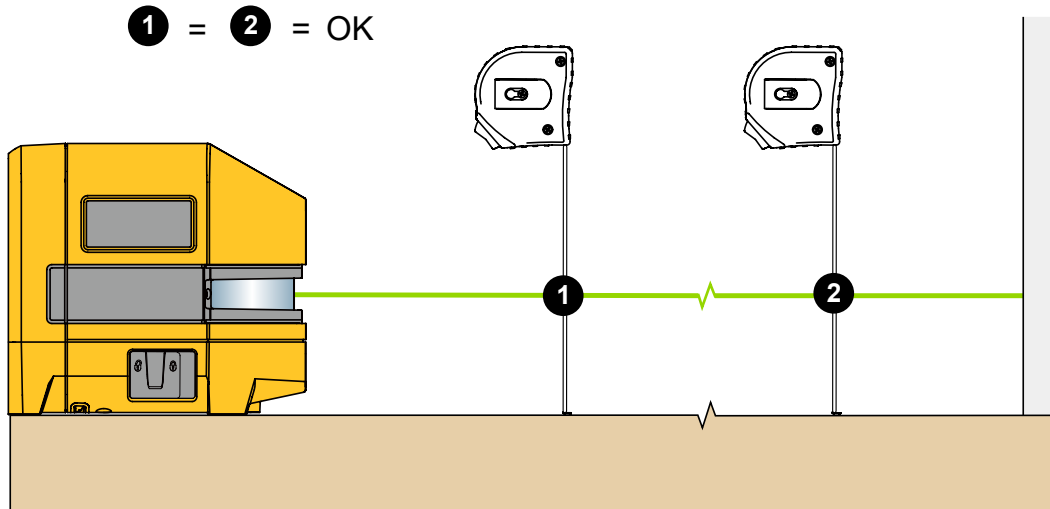

Figura 4. Alinhar um item existente
3. Meça a distância do item para o laser em diversas distâncias do produto. Veja a Figura 4.